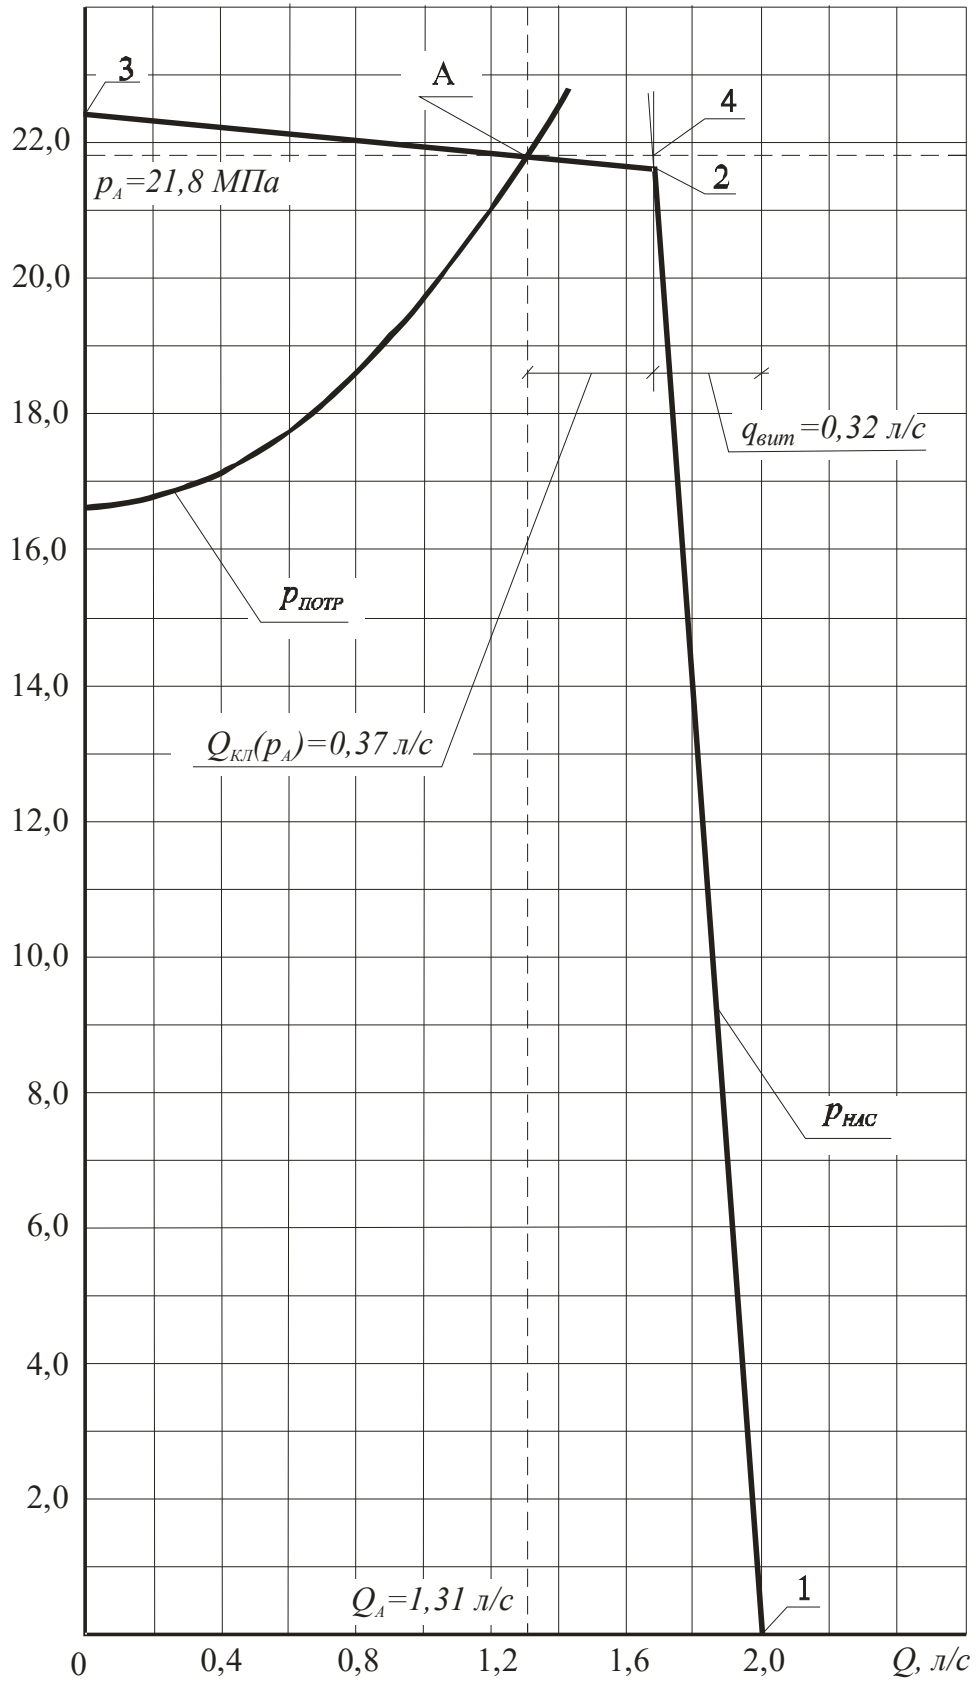

Рисунок 10
1.5 Знайдені значення подач насоса і тиску використовуємо для побудови лінеаризованої характеристики насоса $p_{\text{НАС}} = f(Q)$ з обмежником тиску – перепускним клапаном (рисунок 10). Координати точок характеристики насоса:
За даними таблиці 2 будуюмо криву потрібного тиску – $p_{\text{ПОТР}} = f(Q)$ (рисунок 10).
3.1 Точка А (див. рисунок 10) перетинання кривої потрібного напору з характеристикою насоса є робочою точкою. У цій точці $p_{НАС} = p_{ПОТР}$.
гідропривода перепускний клапан відкритий і при тиску перед ним, рівному p_A , витрата робочої рідини через клапан $Q_{кЛ}(p_A) = 0,37$ л/с. Ця витрата визначається графічно як відстань між точками А і 4 (див. рисунок 10) з умови